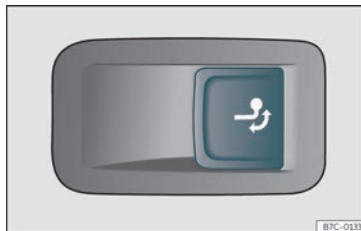

Fig. 251 No lado dereito do maletín: tecla para desbloquear o enganche de bóla.
- Puxe da tecla »» **fig. 251** brevemente. O gancho de remolque desbloquéase electricamente e xírase automaticamente cara a fóra. O indicador de control da tecla escintilla.
- Puxe da tecla »» **fig. 251** brevemente. O gancho de remolque desbloquéase electricamente.
- Se o indicador de control da tecla >>> **fig. 251 ➔** *escintila*, significa que o gancho de remolque aínda non encastou correctamente ou que está danado >>> **△**.
- Se o indicador de control >>> **fig. 251 ➔** *permanece acendido* co portón traseiro aberto, o gancho de remolque está correctamente encastado tanto cando está extraído como cando está escamoteado.
- Non prema nunca a tecla >>> **fig. 251** cando haxa un remolque enganchado ou vaia montado un portaequipaxes ou outros accesorios sobre o gancho de remolque.